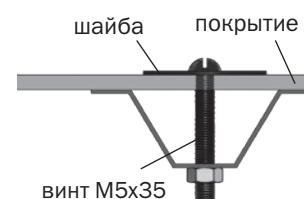

Рис.16
3. Установите боковины торца в соответствии с рис.16. Придерживая кусок покрытия, закрепите его винтами с шайбами по деталям **6к, 7, 8, 21**, и по уголкам с помощью самонарезных винтов с шайбами. Отверстия для винтов выполняются сверлом диаметром 5 мм изнутри теплицы через готовые отверстия в деталях каркаса. Установите куски «конька», закрепляя их на уголки с помощью самонарезных винтов с шайбами. Нахлест с боковинами срезать.